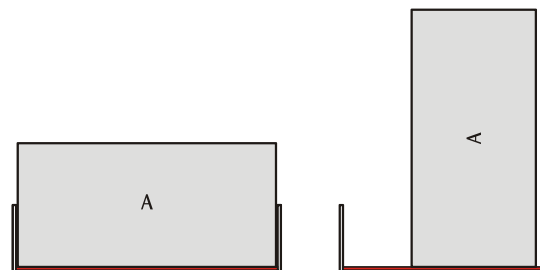

Fig. 1 : Étude du frottement par adhérence et de glissement avec le corps A pour deux tailles de la surface d'appui.
- Posez la languette au choix sur le côté lisse ou rugueux de la trajectoire et placez dessus l'un des corps de frottement (cf. fig. 1 et 2).